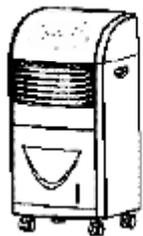

рис. 5
2. Наполнив ёмкость водой, старайтесь не трясти и не передвигать устройство, чтобы вода не вылилась. См. рис. 5.